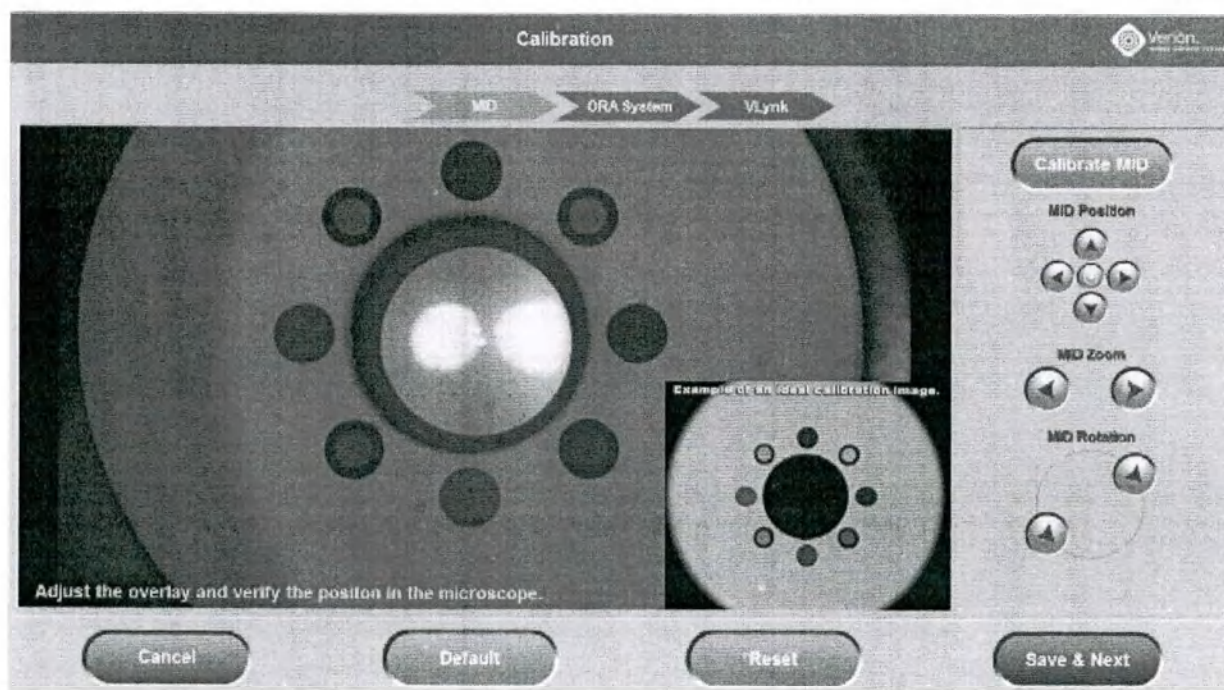

Рисунок 134. Сохранение калибровки и переход к верификации абберрометра ORA
- После подтверждения сохраните настройки и перейдите к верификации системы ORA, нажав кнопку **Save & Next (Сохранить и перейти далее)** (Рисунок 134).